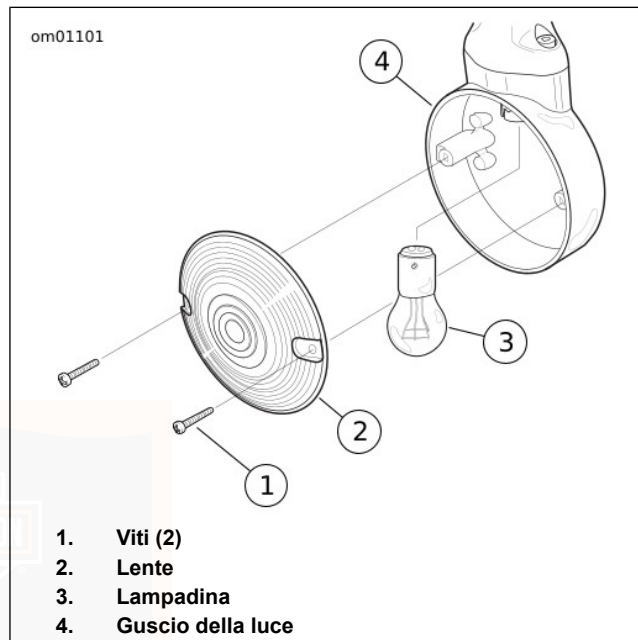

Figura 47. Gruppo degli indicatori di direzione: Stile a lenti piatte
1. Vedere Figura 47. Togliere due viti per staccare le lenti dalla scatola degli indicatori di direzione.